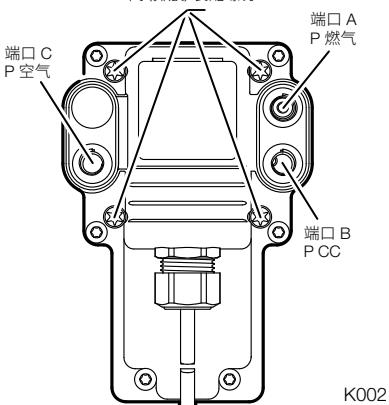

图 5. FARMOD 脉冲管线连接/安装。
- 如图 5 所示,卸下原来的四(4)个 Torx 螺钉,然后从阀体上完全卸下燃空比模块。
2. 使用管道和配件 (作为单独的套件购买) 将预滤器“Out”端口连接到阀门 FARMOD 端口 C (空气)。参见图 2 和图 5。